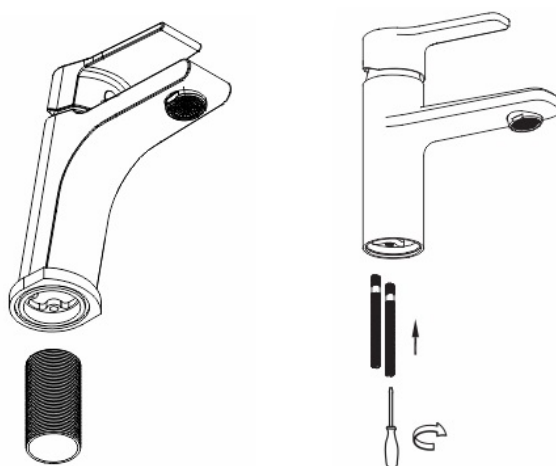

Рисунок 1
3. Вкрутите монтажную резьбу или шпильку (Рисунок 1), которые идут в комплекте (комплект поставки зависит от модели смесителя);